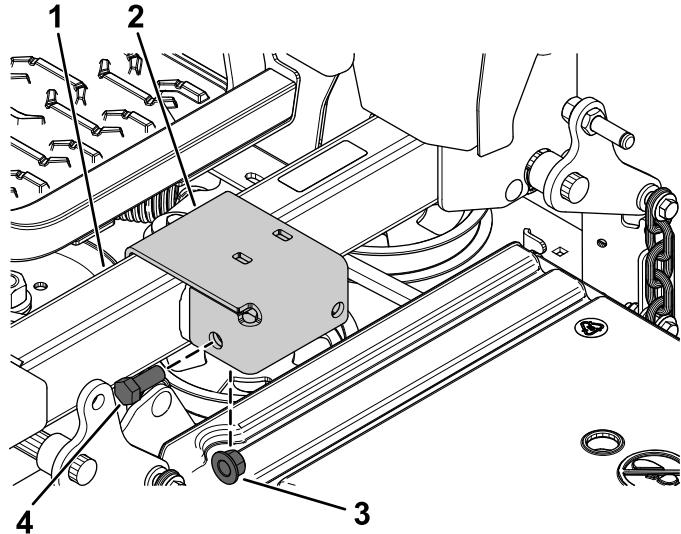

Figure 10
- Fixez légèrement le support d'actionneur extérieur sur le tube gauche du cadre à l'aide d'un boulon à tête hexagonale (1/2" x 1 1/4") et d'un contre-écrou (1/2"), comme montré à la Figure 10.